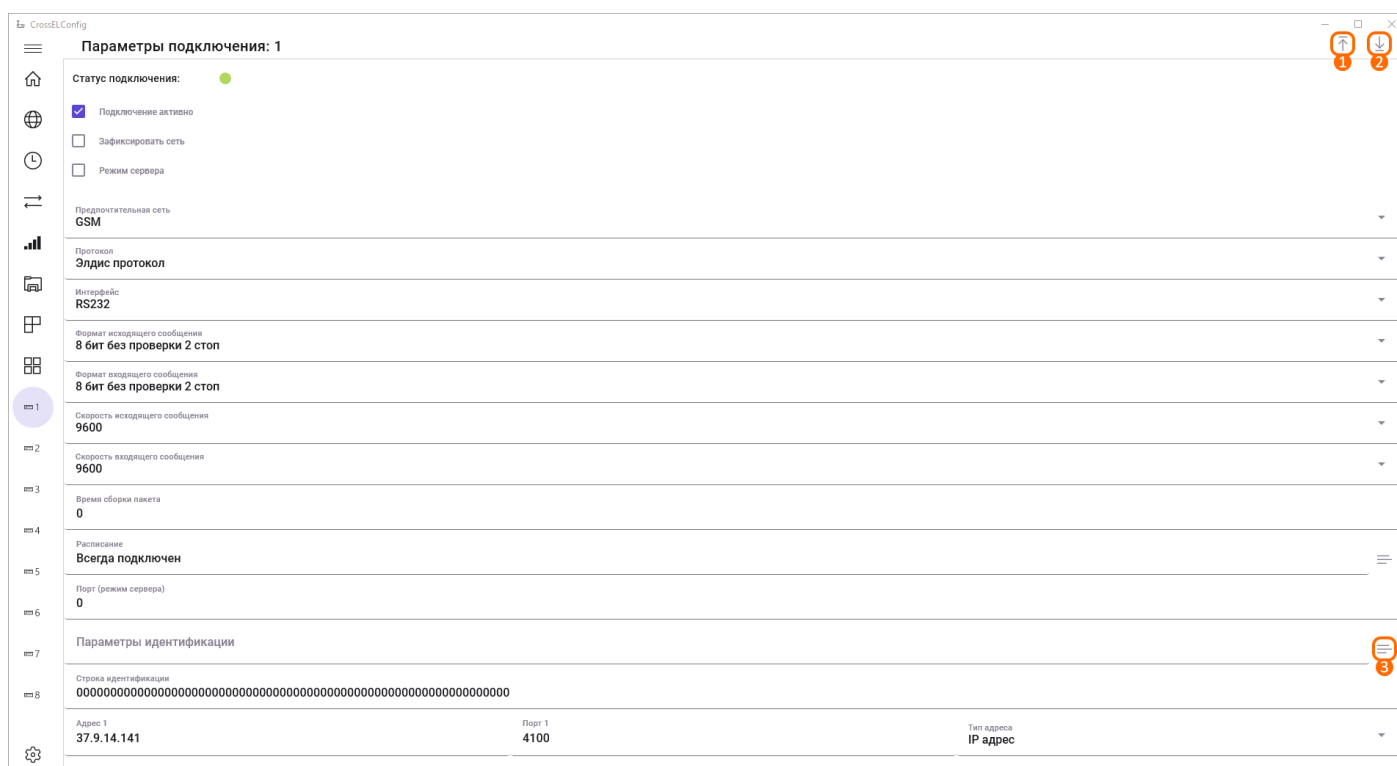

Рисунок 15 – Вкладка «Параметры подключения»
Вкладка позволяет настроить подключение к сторонним серверам в режиме «Клиент» (рис. 15). Стоит отметить, что вкладка «Параметры подключения 1» автоматически настроена для подключения к серверу АИИС «Элдис». Для настройки подключения к изменению доступны следующие параметры:
- **Расписание** – расписание подключения модема к серверу. Для изменения расписания необходимо нажать на кнопку в правой части строки (рис. 15, элемент 3). После чего появится окно, в котором нужно указать время (часы) автоматического соединения с сервером. Если требуется постоянное подключение модема, нужно выбрать опцию «Всегда подключен»;
- **Параметры идентификации** – способ идентификации при работе в прозрачном режиме. Для заполнения данного параметра необходимо нажать на кнопку в правой части строки (рис. 15, элемент 3);
- Кнопка записи параметров (рис. 15, элемент 1) позволяет записать параметры соединения;
- Кнопка чтения параметров (рис. 15, элемент 2) позволяет считать параметры соединения.